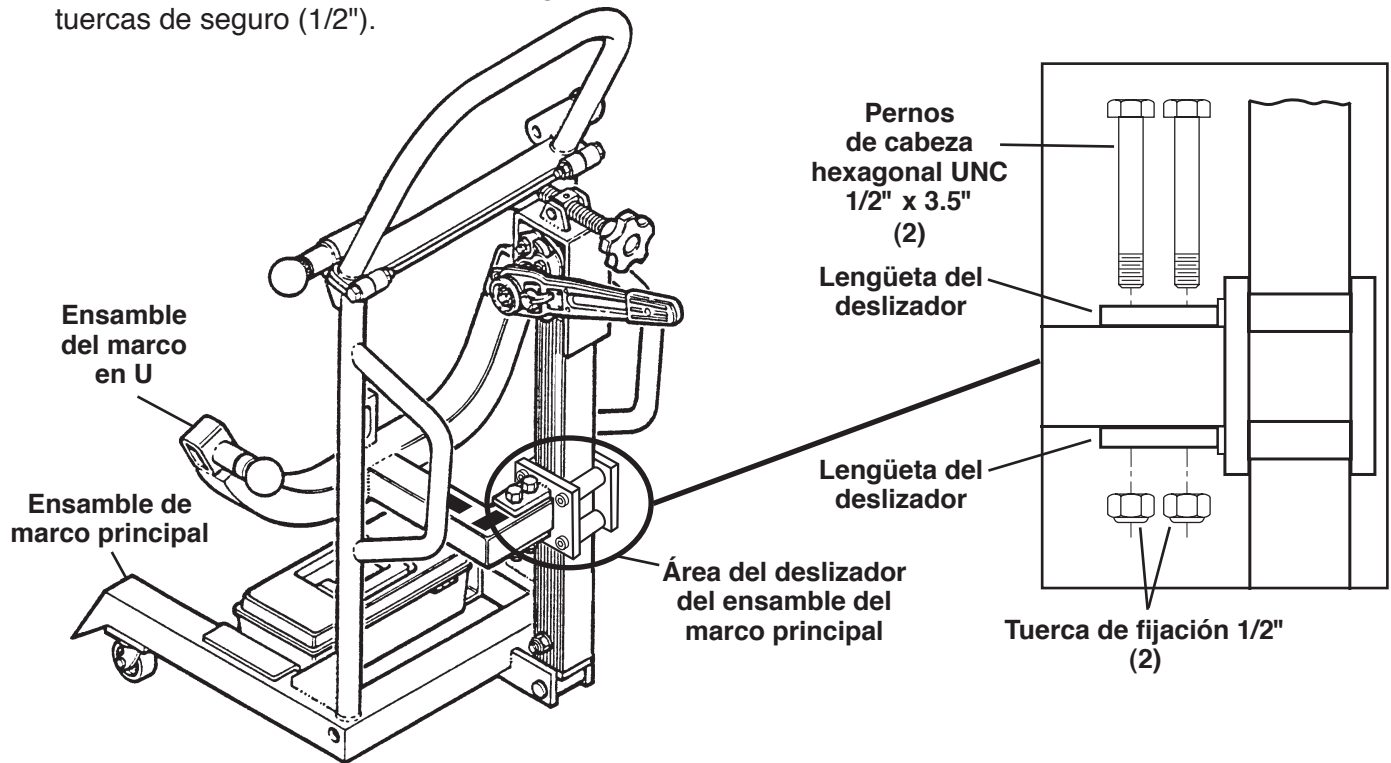

Figura 4
- Coloque el ensamble del marco en U en las lengüetas del área del deslizador del ensamble del marco principal según se muestra en la Figura 4 y asegure el ensamble en su lugar utilizando dos pernos de cabeza hexagonal (1/2" x 3.5") y dos tuercas de seguro (1/2").